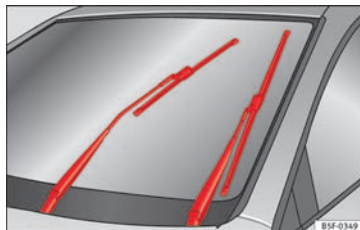

Fig. 71 Viskere i serviceposition
- Tilslut og afbryd tændingen, og tryk derefter (inden der er gået 9 sek.) viskerarmen nedad (kort viskerfunktion). Viskerne kører til serviceposition » Fig. 71.